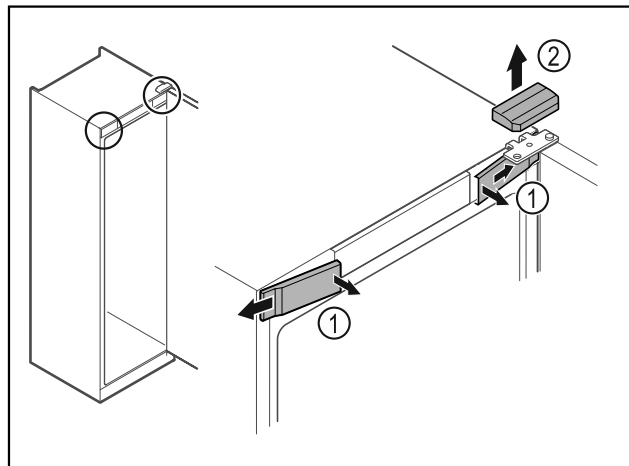

Fig. 8*
- ▶ Откопчайте предните капаци Fig. 8 (1) отвътре и свалете настрана.*
- ▶ Свалете горния капак Fig. 8 (2) нагоре.*